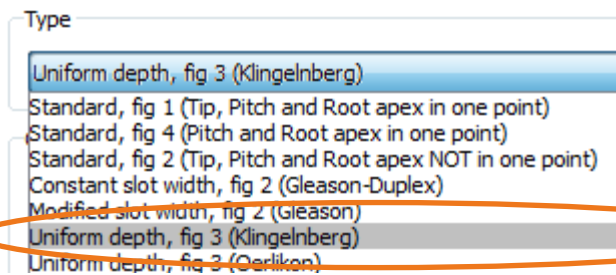

图 28. 选择"Uniform depth" Palloid 加工类型
1. 在 "**Basic data**" → "**Type**" 下选择 "**Uniform depth, fig 3 (Klingelnberg)**" 类型（看图 28）；